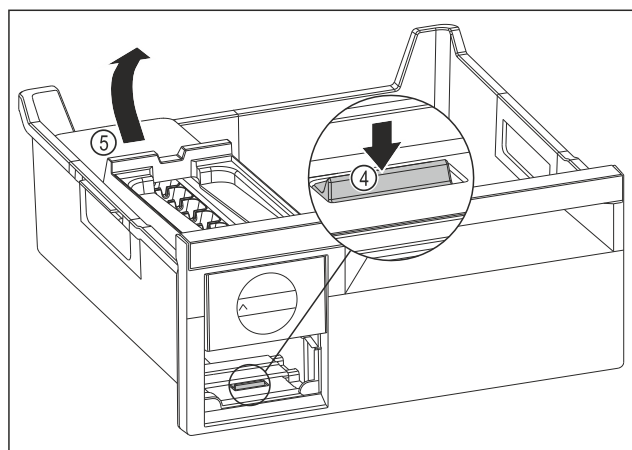

Fig. 120
- Izvadite tijelo sustava EasyTwist-Ice: Pritisnite jezičak Fig. 120 (4) prstom prema dolje i istovremeno drugom rukom podignite tijelo sustava EasyTwist-Ice Fig. 120 (5) straga.